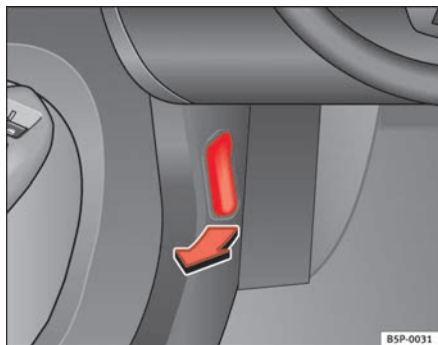

Fig. 160 Detalle de la zona reposapiés del lado del conductor: palanca para el desbloqueo del capó del motor.
- Tire de la palanca que se encuentra bajo el tablero de instrumentos ⇒ **fig. 160** en el sentido que indica la flecha. El capó queda desbloqueado por la acción resorte del muelle ⇒